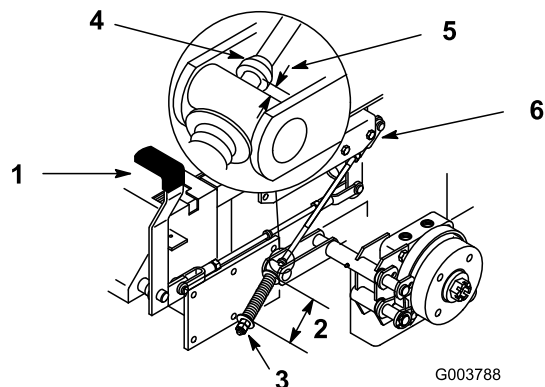

Figure 48
Les rondelles doivent être espacées de 70 mm (2-3/4 po) (Figure 48).
3. Si un réglage est requis, desserrez l'écrou de blocage situé sous le ressort et serrez l'écrou directement au-dessous de la chape (Figure 48). Modifiez le serrage de l'écrou jusqu'à ce que le ressort ait la longueur voulue. Serrez les deux écrous ensemble et répétez la procédure de l'autre côté de la machine.
Elle doit être comprise entre 5 et 7 mm (3/16-1/4 po) (Figure 48).
7. Si un réglage est requis, desserrez l'écrou de blocage situé juste au-dessous de la chape. Tournez la tige inférieure jusqu'à obtention de l'écart voulu (Figure 48). Serrez l'écrou de blocage à la chape.